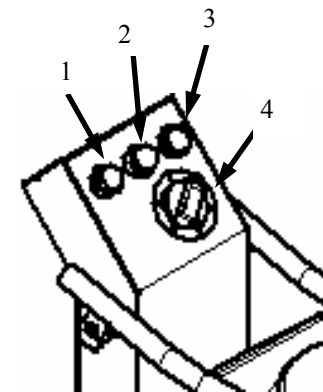

FIG. 9 - Position af styreanordninger
- FIG. 9 - Position af styreanordninger side 13
Inden man slutter maskinen til trefaset forsyningen, skal man kontrollere pladens rotationsretningen ved at trykke på knappen til START (jvf. FIG. 9) og lige derefter på knappen til STOP.